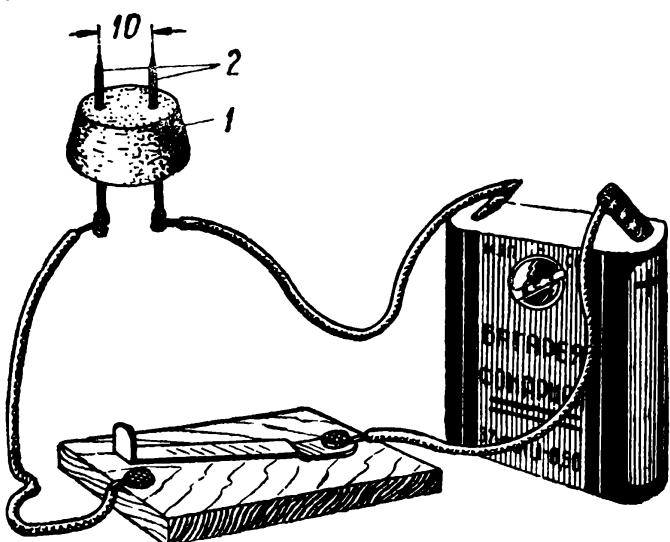

Рис. 149. Вилка для подачи тока в соленоид, ключ и батарея.
Для того, чтобы послать в соленоид электрический ток, изготовьте специальную вилку (рис. 149) и подключите к ней батарею с ключом. Вилка изготавливается из пробки (1), в которую вставлены две булавки (2).